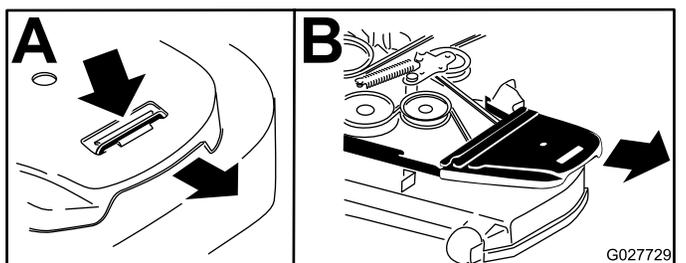

Рисунок 94
7. Снимите пластмассовую крышку ремня (Рисунок 94).
6. Снимите крышки ремней (Рисунок 94).